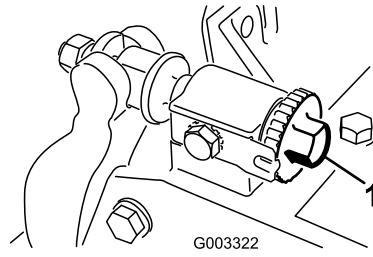

Figure 27
1. Séparez le cylindre et la contre-lame en tournant les boutons de réglage de la contre-lame (Figure 27) dans le sens anti-horaire jusqu'à ce que les deux pièces ne soient plus en contact.